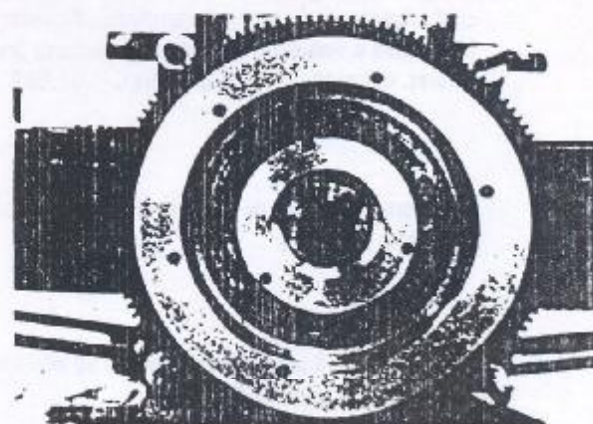

Figura 1.01.8 - Parafusos de fixação do volante
19. Remover os parafusos Allen de fixação do volante do motor e remover o volante, o vedador e os calços (Figura 1.01.8).